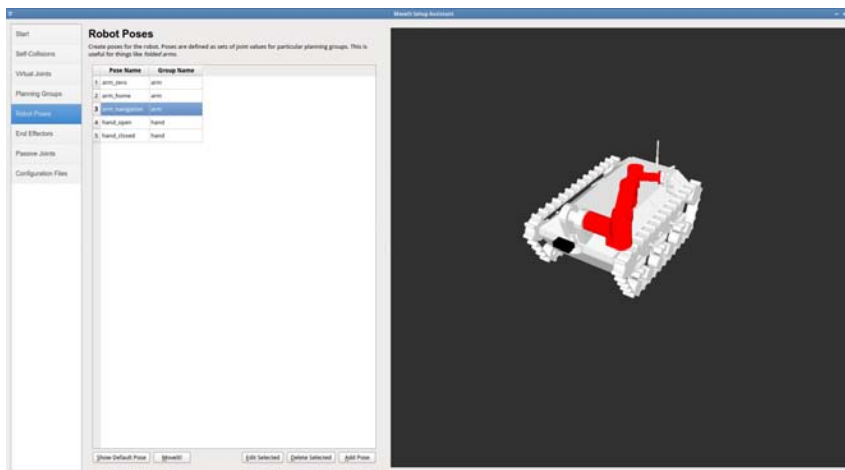

Figura 7.8.: MoveIt! Setup Assistant - Robot Poses - Arm Navigation
- Brazo en posición de navegación (arm_navigation, ver Figura 7.8).